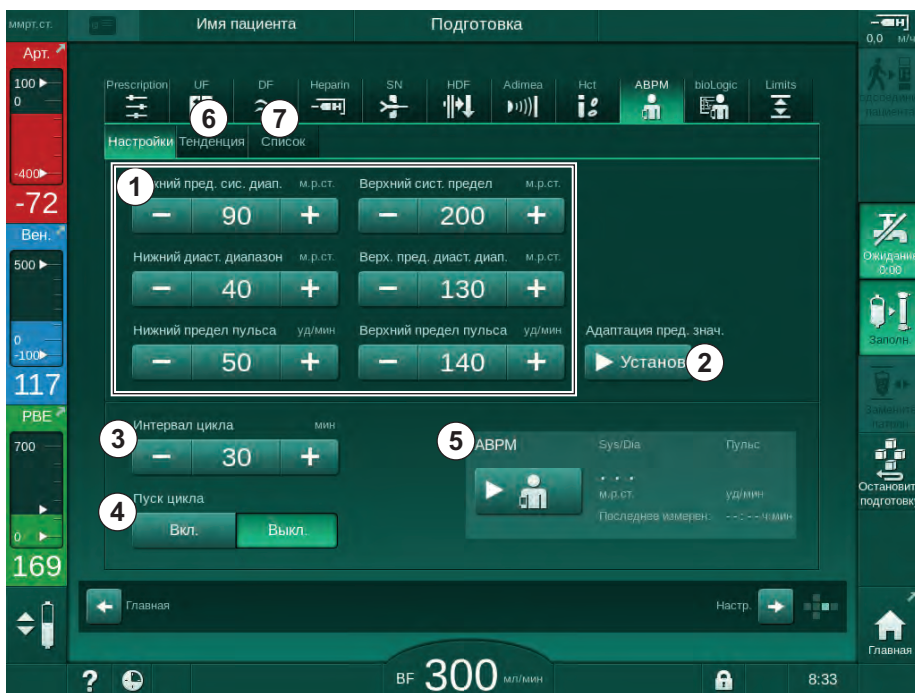

Рис. 11-8 Настройки ABPM на экране *Ввод*
2. Для адаптации диапазонов сигнала тревоги к значениям, приближенным к измеренным значениям артериального давления, коснитесь *Адаптация диапазона, Задать* (Рис. 11-8, ②).
1. Чтобы активировать/деактивировать выполнение циклических измерений с заданной частотой, выберите *Пуск цикла, ВКЛ.* (Рис. 11-8, ④).
2. Чтобы установить периодичность измерения, выберите *Периодичность цикла* ③. Возможный интервал: от 1 до 60 минут.
Нажмите *Пуск* в поле группы *Настройки АВРМ* на экране *Ввод* (Рис. 11-8 *Настройки АВРМ* на экране *Ввод* (283), ⑤).